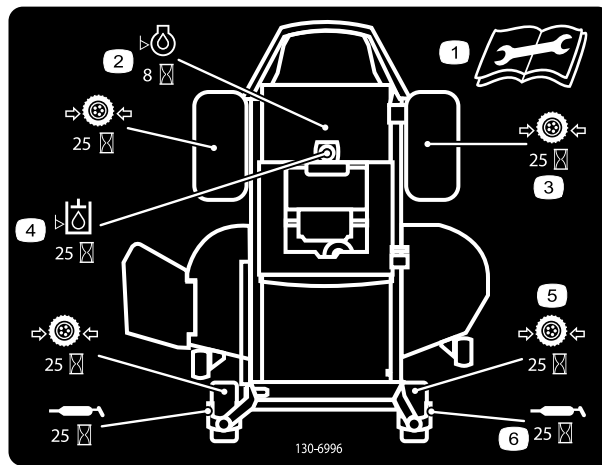

Figura 31
3. Limpie con un trapo los puntos de engrase (Figura 31 y Figura 32). Asegúrese de rascar cualquier pintura que hubiera sobre los puntos de engrase.
4. Conecte una pistola de engrasar a cada punto de engrase (Figura 32 y Figura 31). Bombee grasa hasta que empiece a rezumar grasa de los cojinetes.